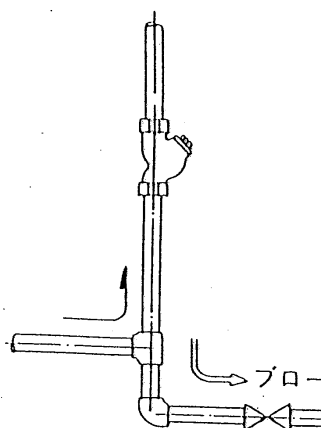

図3
- (3)流れ方向が下から上になる配管の場合は、ブローバルブを設けて立上り管の最下部に溜ったスケールを取り除くようにしてください。[8. 配管図例 図3参照]